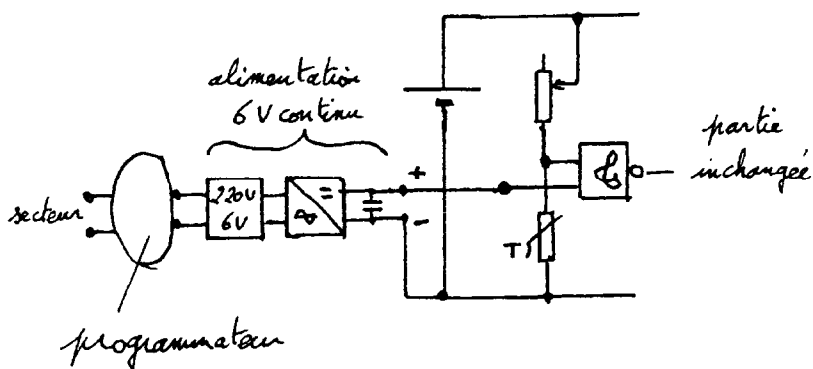

Figure 7
3.2.2. Montage avec programmeur (figure 7)